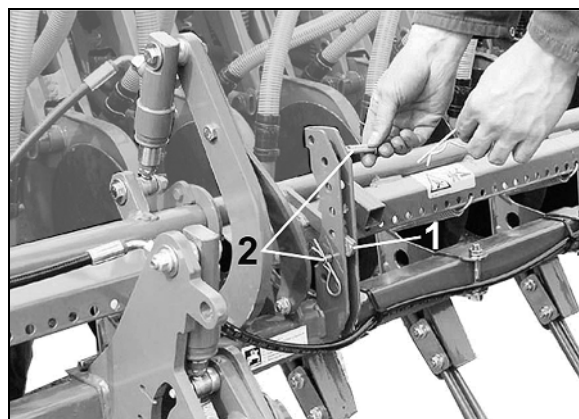

Рис. 96
3. Удалите палец с пружинной защелкой (Рис. 96/1).